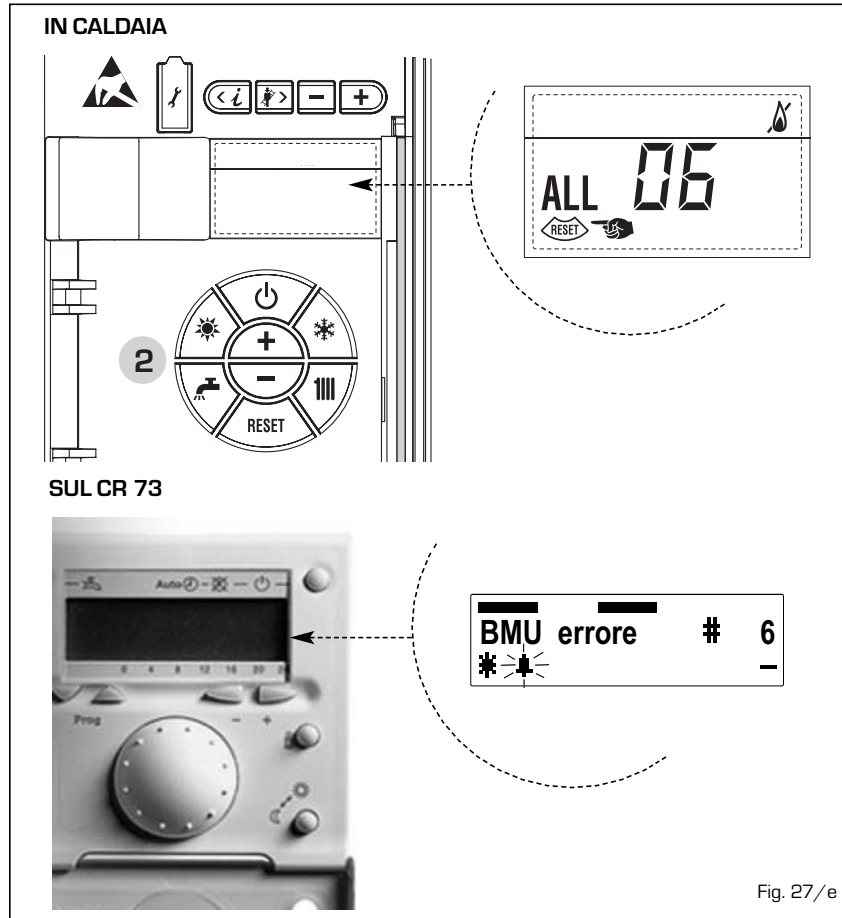

Fig. 27/e
- **ANOMALIA TERMOSTATO SICUREZZA "ALL 07 - # 7"** (fig. 27/f)